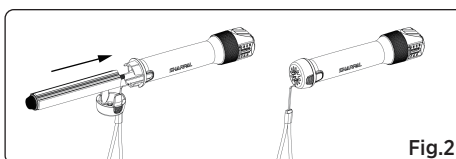

Fig.2
2. Premere sulla fibbia del cappuccio all'estremità di manico per aprirlo. Inserire il supporto porta abrasivi nel manico, assicurandosi che il pomello del blocco di arresto sia rivolto verso il cappuccio all'estremità di manico (Vedi Fig. 2).